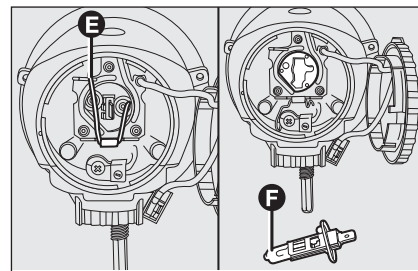

fig. 31
- sganciare la molletta **E**-fig. 31 ed asportare la lampada **F**;